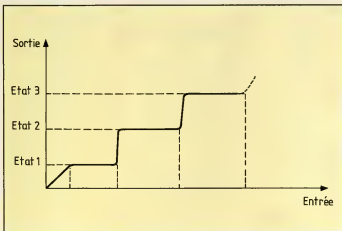

Figure 1. Est imaginé, ici, un système dont la sortie présente trois états stables.
leurs états — bloqué ou saturé pour le transistor par exemple — se trouvent définis avec précision. Insistons cependant sur le fait que d'autres technologies pourraient impliquer d'autres logiques exploitant la totalité des états stables d'un commutateur (ou sens large) de base : les récents travaux de chercheurs de l'université Heriot-Watt (1) ont abouti à la réalisation d'un « transphaseur » véritable équivalent optique du transistor. Selon les auteurs certains cristaux permettent même d'obtenir un faisceau lumineux émergent présentant plusieurs états stables selon l'intensité incidente (voir figure 1).